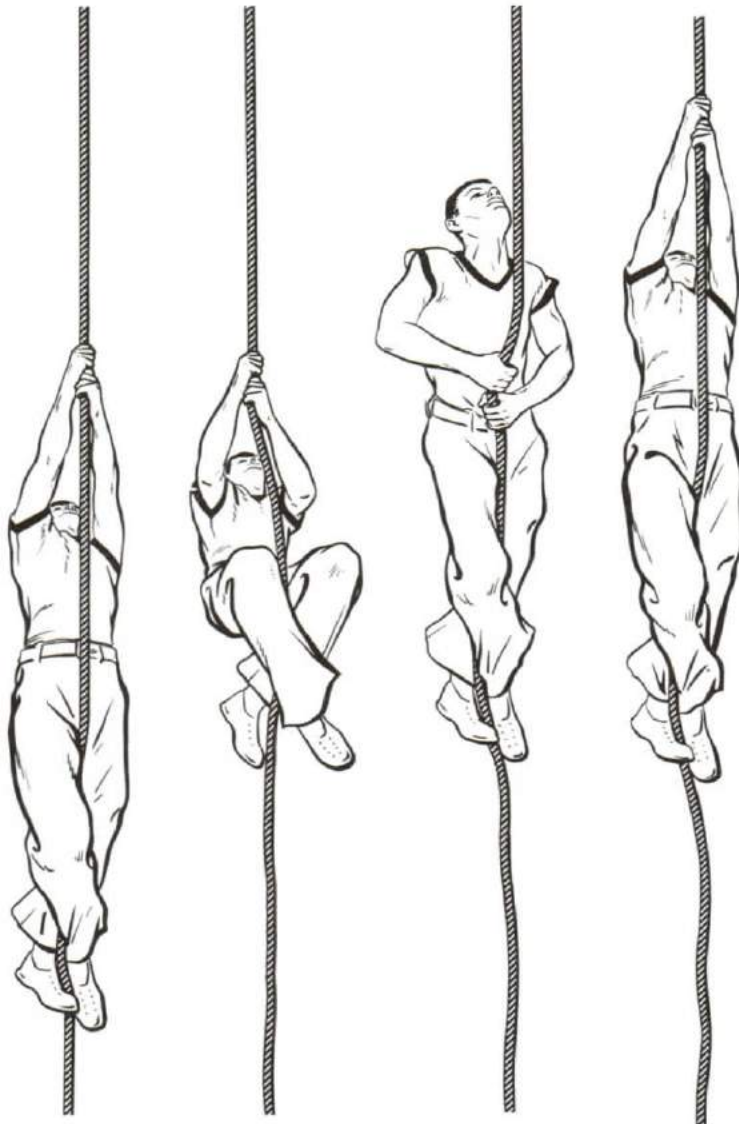

Figure 12-32
4. Climbing a rope is simple provided it is done correctly. See Figure 12-32. Always leave your life jacket on until you are back in the ship.
4. Il est facile de grimper à un cordage si l'on sait comment s'y prendre (voir la figure 12-32). Gardez toujours votre gilet de sauvetage jusqu'à ce que vous soyez revenu à bord.